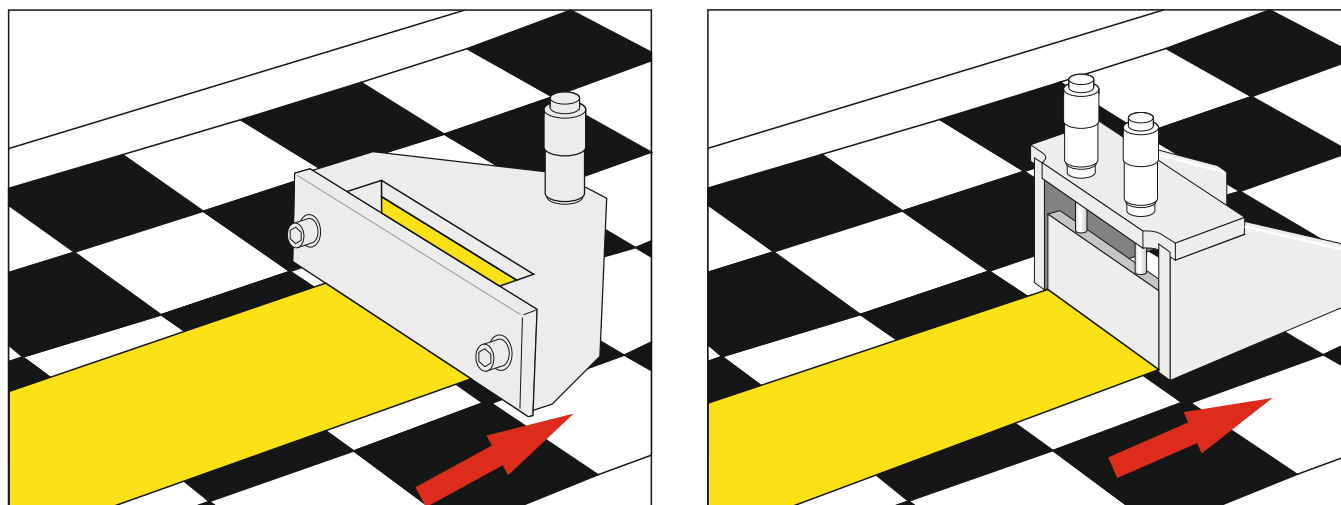

Figura 4
- El aplicador debe colocarse orientado en la dirección de desplazamiento (Figura 4).